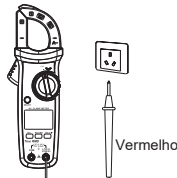

fig. 5b
- Quando a tensão do campo elétrico medido for $\geq 100 \text{ V (AC)}$, observe se o condutor do campo elétrico medido está isolado para evitar ferimentos pessoais.
8. Medição do fio vivo/neutro (fig. 5b)